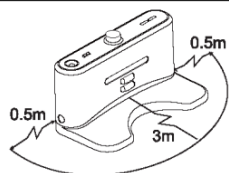

Рис. 1
2. Не устанавливайте зарядную станцию вблизи препятствий или углублений в стенах на расстоянии 3 метров от передней части станции и 50 см по обе стороны (См рис.1)